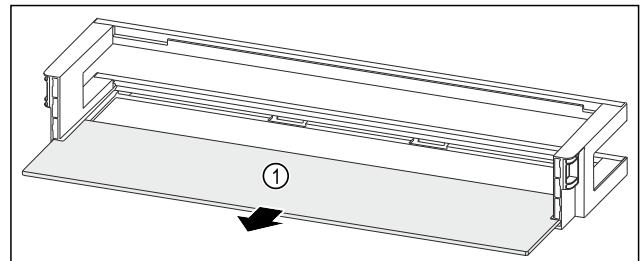

Fig. 126 Balconnet de contre-porte avec tablette de rangement
- ▶ Retirer la tablette de rangement Fig. 126 (1).